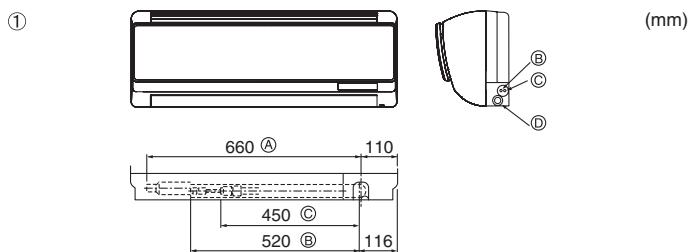

Fig. 4-2
- ① Posição da tubagem de refrigeração e de drenagem (Fig. 4-2)